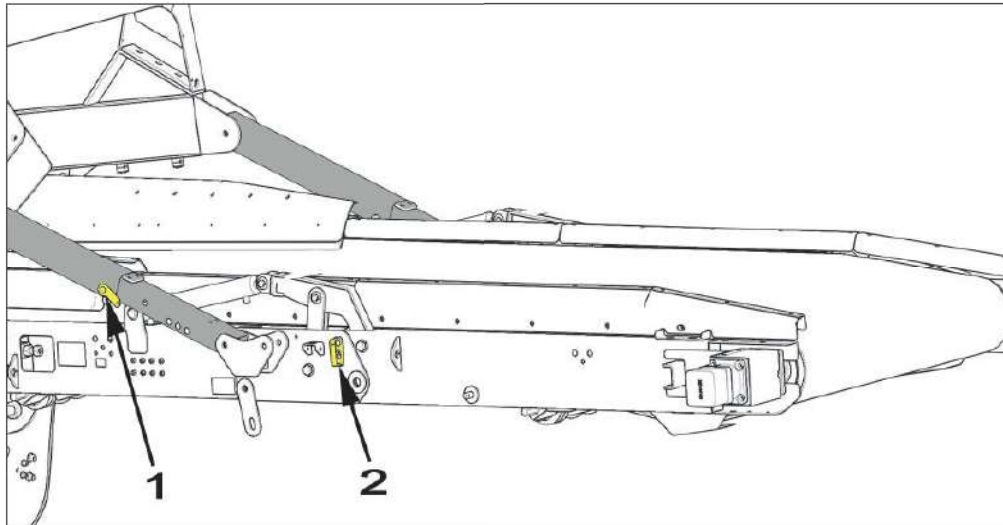

Figure 5.6 - Pennen in de transportband achteraan in de werkstand
1. Verwijder pennen (1) en (2) aan weerszijden van de eindband, afb. 5.6.